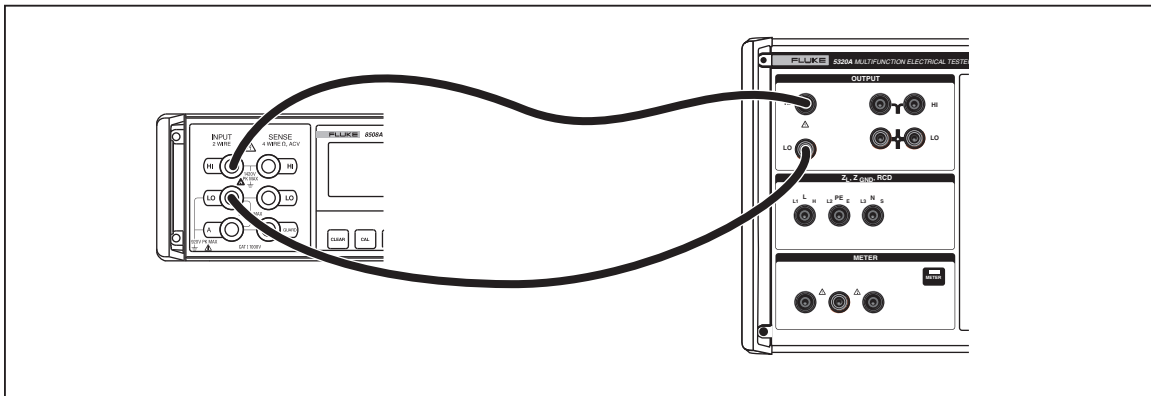

图6-2.高电阻源（<10 MΩ）校准连接
1. 将高电阻源输出连接到标准兆欧计的输入端子，如图6-2中所示。设置适当的兆欧计参数，以满足其最佳精确度。请勿超过最大允许测试电压。